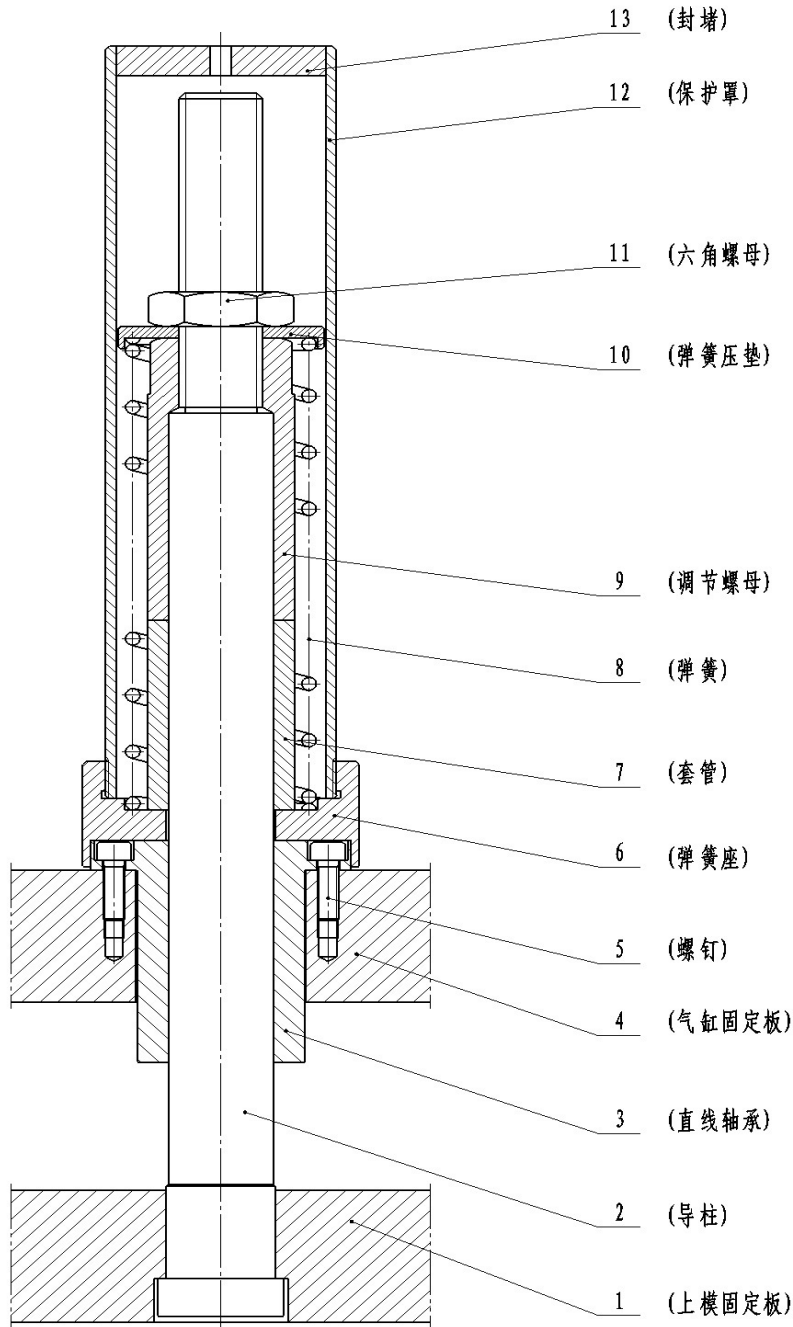

图 5
将机器就位，随后接通气源，并将图 5 中的保护罩、六角螺母、弹簧压垫、弹簧、调节螺母和套管全部取下。
1.9 按照图 5，放上弹簧和弹簧压垫，并将弹簧预紧，装上六角螺母并拧紧，这个过程不要改变前边已经调节好的调节螺母的高度。最后，在弹簧上抹些润滑脂，装上保护罩，既为弹簧提供导向和润滑，又提供安全防护。机器安装调试完毕。
补充：图 5 中的套管，有两个作用：一、在运输过程中，防止上模固定板和两个导柱向下运动。二、如果所选机器型号总行程比较大，而实际使用的空行程比较小，调节螺母长度不足，可以把套管截成合适长度用来限位。如果没有这种需要，在机器安装调试过程中，不再安装套管，套管仅在运输过程阻挡上模固定板向下拉动活塞杆，避免缸内液压油产生真空吸入空气。